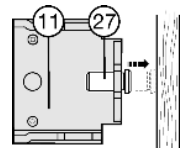

Fig. 14
- ▶ Выкрутите регулировочный винт *Fig. 14 (27)* в среднем кронштейне *Fig. 14 (11)* до упора с боковой стенкой шкафчика.